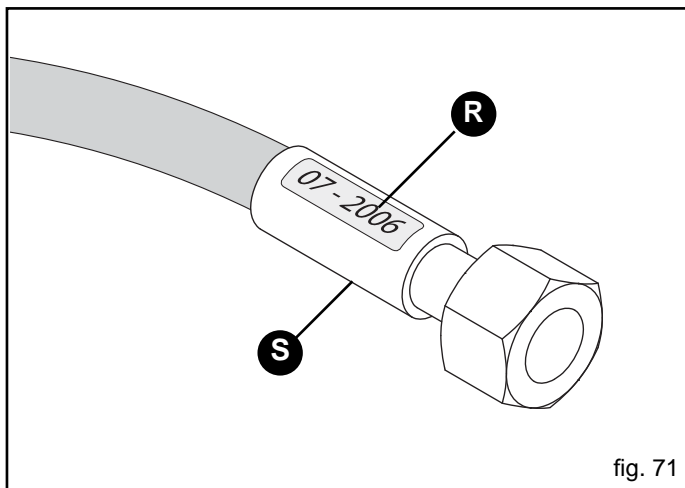

fig. 71
Auf Abbildung 71 (R) ist ein Beispiel zum Produktionsjahr der ölhydraulischen Rohre angegeben.
- Lecks in der Nähe der Einlagen (S, Abb. 71);
- Korrosion der Einlagen (S, Abb. 71);
- mehr als 5 Jahre seit dem Produktionsdatum vergangen sind (R, Abb. 71).